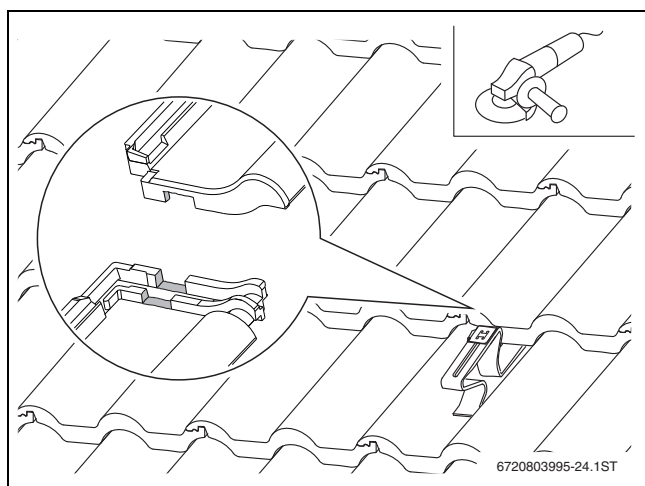

Fig. 21 Adaptar las tejas
- ▶ Retirar cuidadosamente los puntos de contacto de las tejas en el sector del gancho de tejado (→ fig. 21).
- Introducir la parte inferior del gancho de tejado en el orificio superior del gancho. No ajustar todavía la tuerca (→ fig. 21).